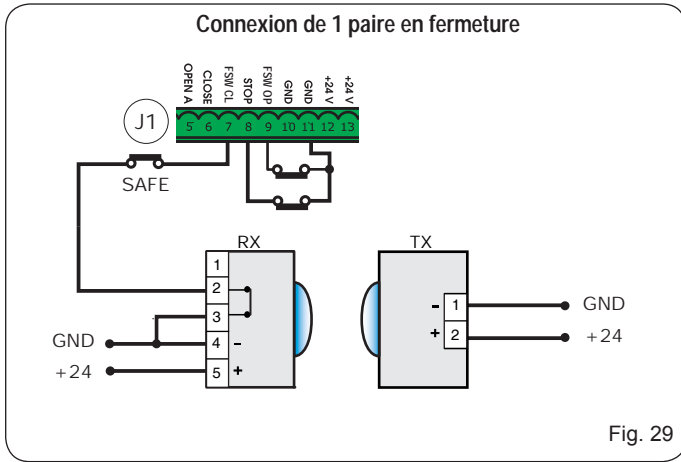

Fig. 29
**⚠ Pour connecter deux ou plusieurs dispositifs de sécurité (contacts N.F.), les placer en série l'un par rapport à l'autre d'après les figures 29, 30, 31 sous l'inscription « SAFE ».**